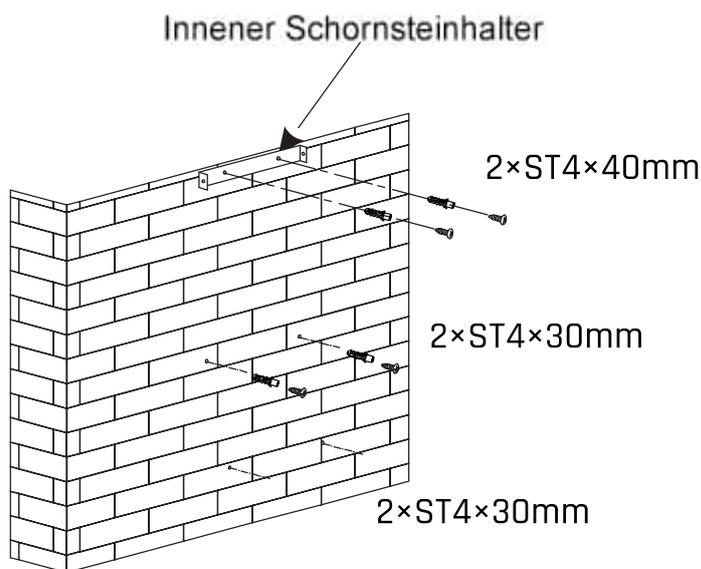

Bild 2
- Nachdem Sie die Installationshöhe der Dunstabzugshaube bestimmt haben, bohren Sie sechs $\phi 8$ -Löcher und setzen Dübel für die Haube, die Innenkaminhalterung und das Sicherheitsloch entsprechend der Größe der Haube ein. Dann zwei Befestigungsschrauben ST4×30mm zum Aufhängen des Geräts anbringen. Mit zwei Schrauben ST4×40mm wird die Innenkaminhalterung an der Wand befestigt. Die Befestigungsposition der Innenkaminhalterung ist die höchste Position des Schornsteins. Siehe Bild 2.